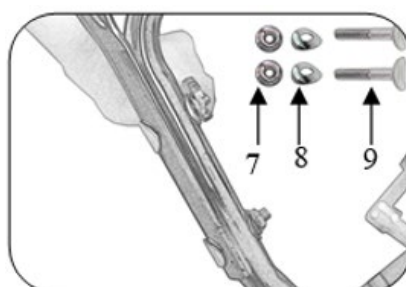

Fig. 3
- Utilice los tornillos M8 x 40 (7) junto con las juntas (8) y las tuercas (9), cuatro para cada una, para instalar el conjunto de la palanca de accionamiento en el soporte alineándolo con los dos orificios de montaje de la izquierda y la derecha (fig. 3).